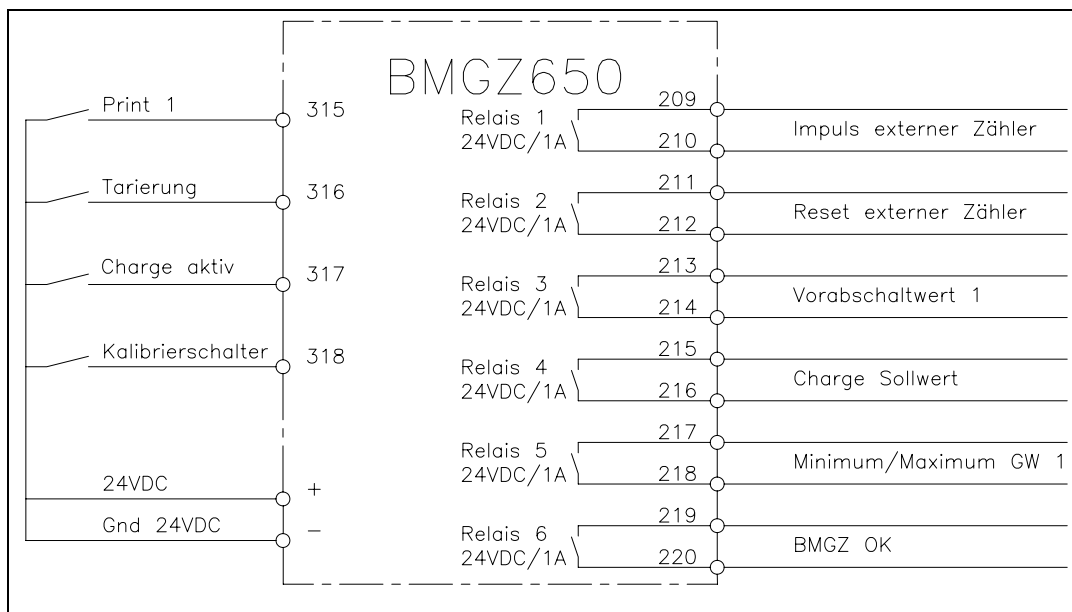

Bild 20: Anschluss der digitalen Ein- und Ausgänge
Die Version BMGZ650 besitzt weitere digitale Ein- und Ausgänge. Die digitalen Eingänge werden aktiviert, indem sie mit 24VDC (Klemme +) beaufschlagt werden (Bild 20). Es kann auch eine externe 24VDC Spannung verwendet werden, jedoch muss dann die externe Masse mit Klemme „Gnd“ (Klemme -) verbunden werden.
Die digitalen Ausgänge sind intern auf Relais 24V / 1A geführt. Die Kontakte können beliebig an den Klemmen abgegriffen werden (Bild 20). Über Jumper stehen die Relaiskontakte als Schliesser (default) oder Öffner zur Verfügung.
- Taste „Start“ betätigen (siehe Bild 20); Förderband startet und Silo öffnet automatisch. Das Schüttgut läuft über das Förderband. Nach Erreichen des Vorabschaltwertes (Parameter *Vorabschaltwert*) wird das Silo automatisch geschlossen. Das Förderband läuft weiter.